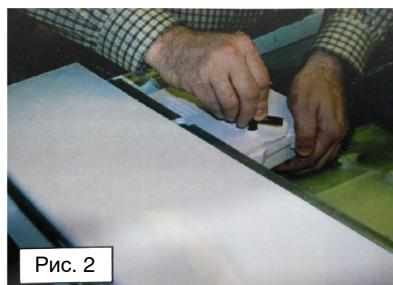

Рис. 2
5. Придерживая корпус лотка для стиральных средств, плотно вставьте 3 угольника из комплекта в просверленные отверстия, до упора (Рис. 2). Обратите внимание, что хотя угольники могут свободно вращаться в отверстиях, они фиксируются на месте и не могут быть извлечены достаточным усилием.